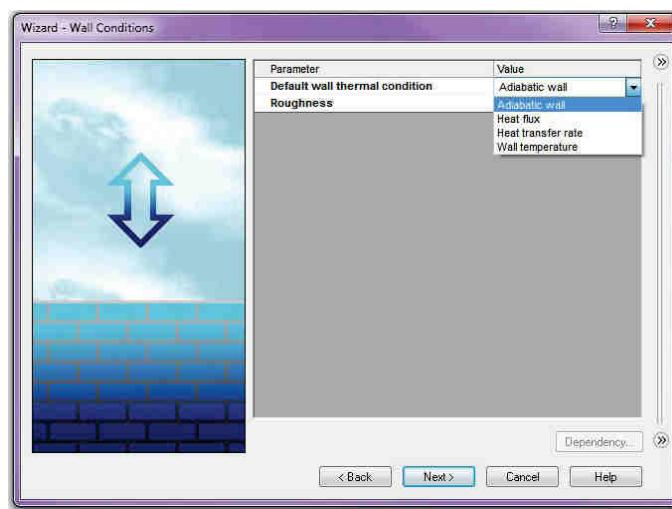

Fig. 15.9
- În fereastra **Wizard – Default Fluid**, fig. 15.9, trebuie specificate condițiile termice implicate aplicabile tuturor pereților în contact cu fluidul.
- In the **Wizard - Wall Conditions** dialog box, fig. 15.9, the default thermal wall conditions applied to all the model walls in contact with the fluid must be specified.